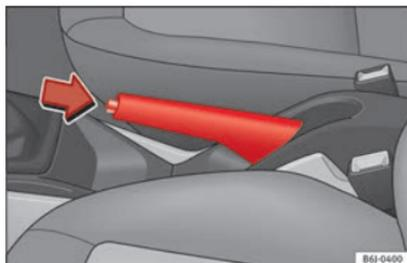

Fig. 169 Travão de mão entre os bancos dianteiros.
– Puxe com força para cima a alavanca do travão de mão » Fig. 169.
– Puxar a alavanca um pouco para cima, pressionar o botão de desbloqueio no sentido da seta » Fig. 169 e fazer descer completamente a alavanca » ⚠.